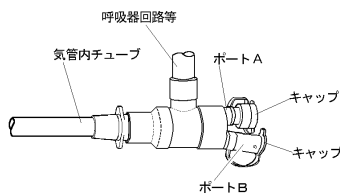
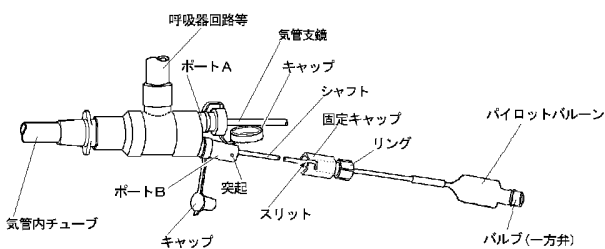

図2.
図3.
- ②確認後、固定キャップのリングを左に回して固定を解除すること。
- ③ポートA及びポートBの各キャップを閉めた状態のシーベルコネクタを、気道確保を目的として挿管した気管内チューブ内に挿入した後、呼吸器回路等をシーベルコネクタの回路接続部に接続すること。(図2参照)
- ④シーベルコネクタのポートAのキャップを外し、気管支鏡を挿入すること。(図3参照)
- ⑤シーベルコネクタのポートBのキャップを外した後、気管支鏡下に、ポートBよりブロッカーチューブを気管内チューブ内に挿入すること。(図3参照)
- ①気管支鏡やサクシオンチューブは、ポートAのキャップを外して、挿入すること。(図3参照)
- ②気管支鏡やサクシオンチューブを挿入しない場合は、ポートAのキャップは、確実に閉めておくこと。
- ③ブロッカーチューブの交換等、ブロッカーチューブを抜去した状態で、一時的に呼吸管理を行う場合は、各ポートのキャップを確実に閉めておくこと。(図2参照)